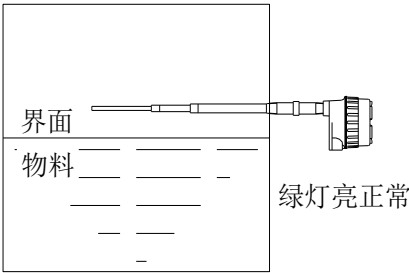

图 5.1 绝缘物料的标定 1
- C. 顺时针调节该旋钮至继电器恰好动作(即 LED 绿灯亮)，见图 5.1 绝缘物料的标定 1。
- A. 确定物料在传感器之下，即未接触物料。见图5.1绝缘物料的标定1。